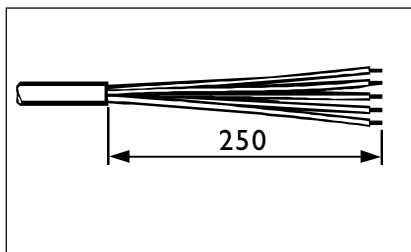

Рис. 9
- Подготовить провод для подключения (см.рис.9).